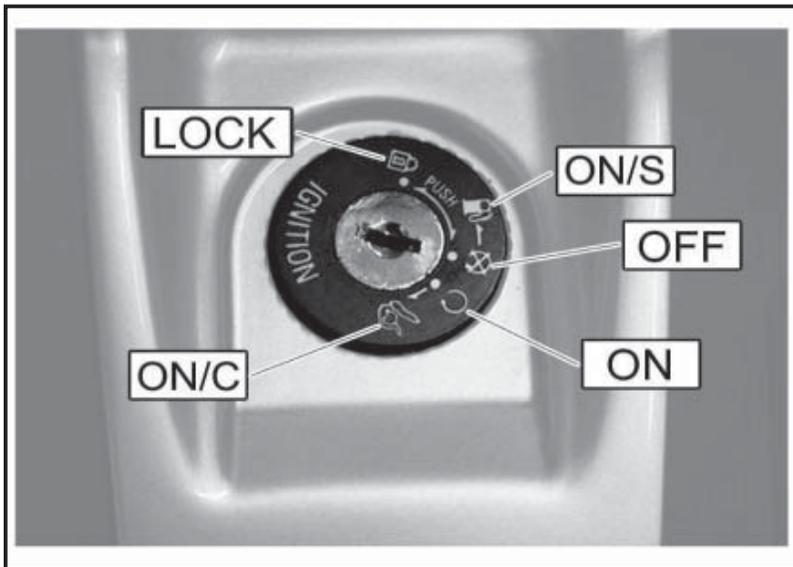

Fig. 01
4.13 COMMUTATEUR À CLÉ (Fig. 01)